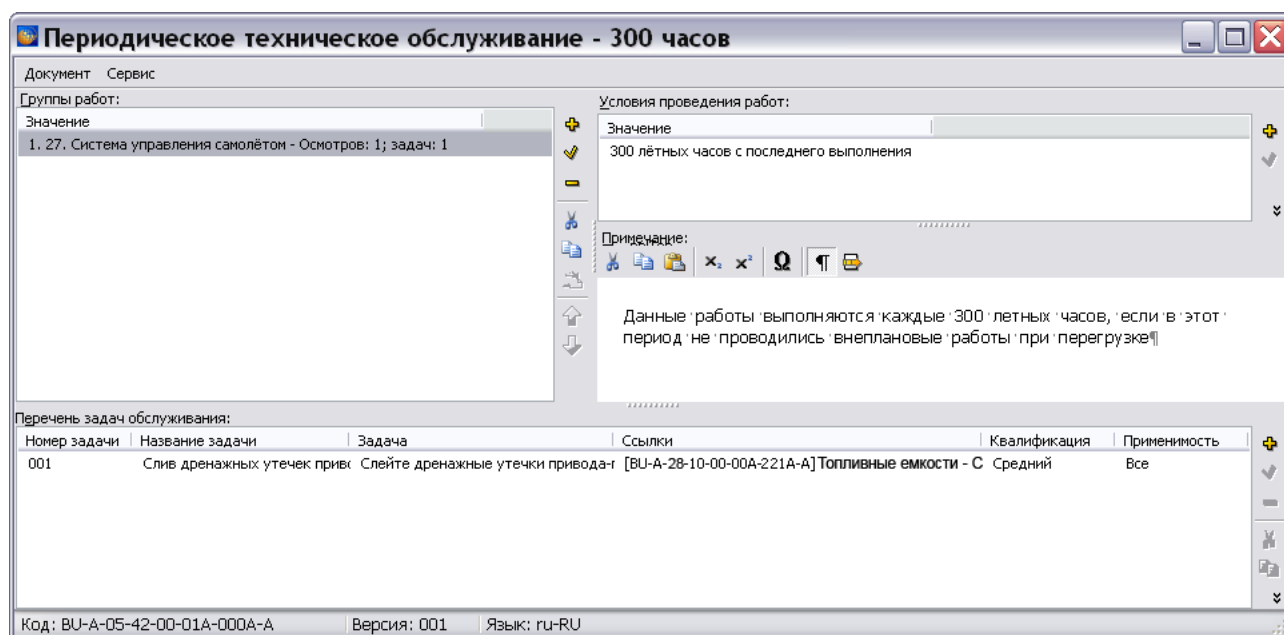

Рис. 9.96
4. В окне **Добавление записи** нажмите на кнопку **Применить**. После этого произойдет возврат в главное окно редактора, и в окне **Перечень задач обслуживания** появятся параметры созданной задачи обслуживания (Рис. 9.96).